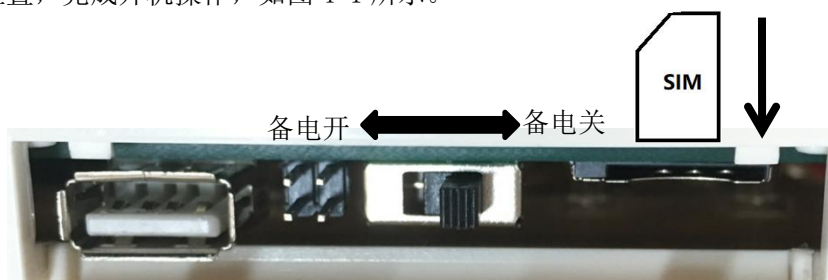

图 4-1
4.2.2 用万用表测量交流 220V 的输入电压是否正常(187V~242V 之间)。安装 SIM 卡，接通 220V 电源，将备电开关置于“开”的位置，完成开机操作，如图 4-1 所示。